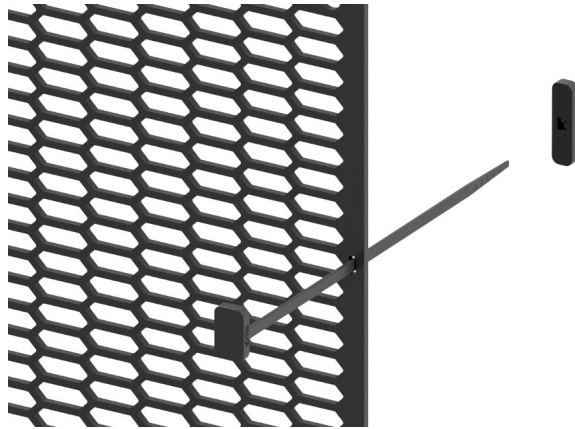

Abbildung 1
- Den R&G Kühlerschutz in Position bringen und mit den 4 x R&G Einweg-Kabelbindern vom Kit sichern wie in der **Zeichnung Montage** abgebildet. Die Kabelbinder sollten durch die 4 x Öffnungen (in der Abbildung mit grün markiert) geführt werden. Die Kabelbinder-Verschlusskammer müssen hinter dem Kühler gesichert werden wie in **Abbildung 1** abgebildet.